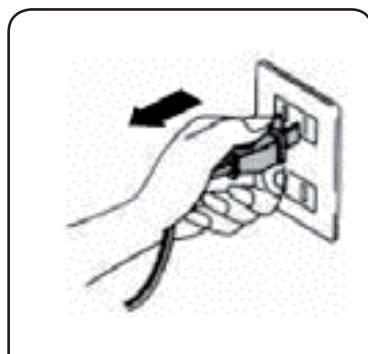

Figure 2
- B. Avant d'installer l'appareil, éteignez-le et débranchez-le de la prise électrique. (Figure 2)